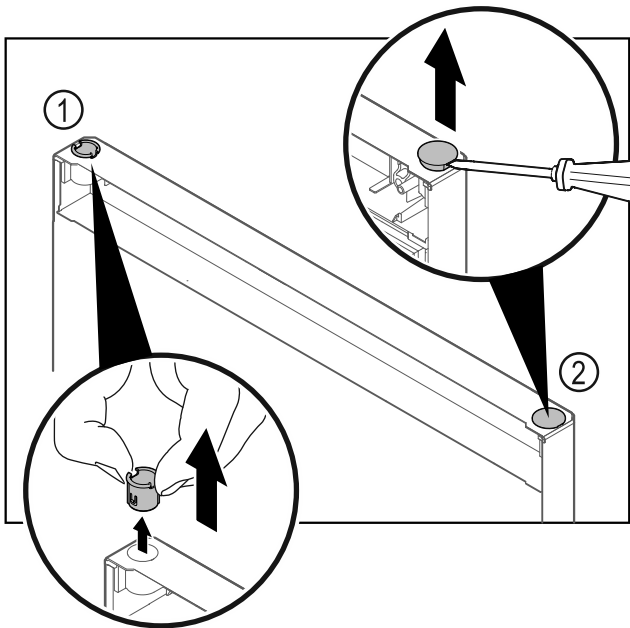

Fig. 35 Fagyasztórész ajtaja
- ▶ Húzza ki az ujjával a csuklópánt-perselyt Fig. 35 (1).
- ▶ A fedődugót Fig. 35 (2) egy csavarhúzóval óvatosan emelje meg és húzza ki.